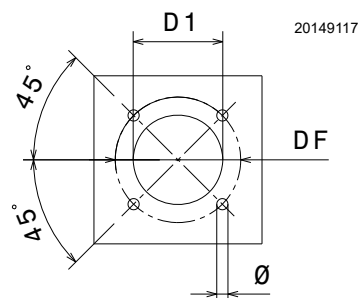

Fig. 13
Percer la plaque de fermeture de la chambre de combustion comme indiqué dans la Fig. 13. La position des trous filetés peut être tracée en utilisant l'écran isolant fourni avec le brûleur.
- Introduire le brûleur entier sur le trou de la chaudière, réalisé auparavant (Fig. 13 à la page 19), et fixer avec les vis fournies en dotation.